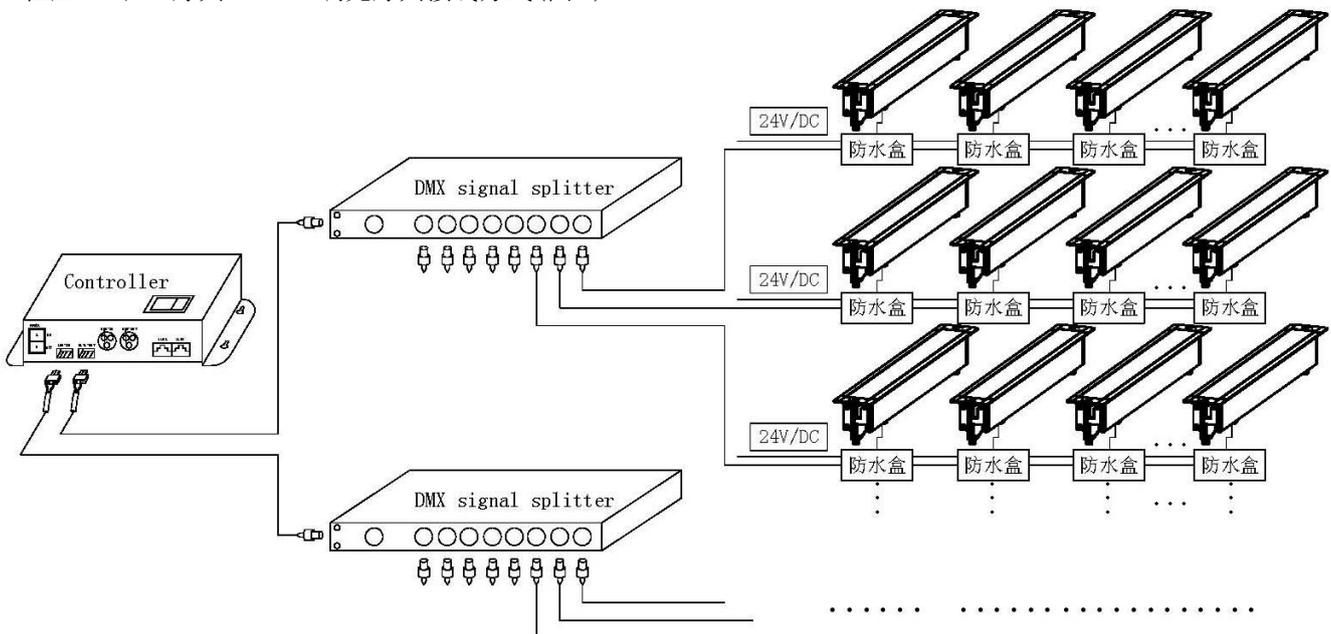

图6
1. 恒压 24V/DC 灯具 DMX512 调光灯具接线方式(图6)。